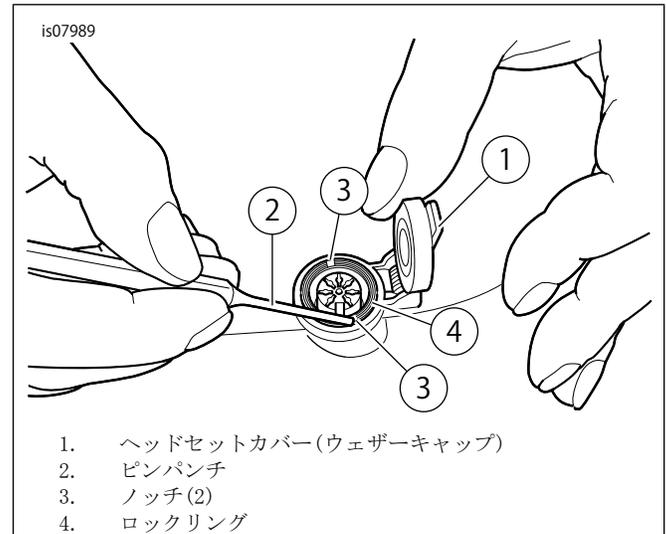

図1。ヘッドセットコネクタロックリングの取り外し/取り付け
8. フロントヘッドセットコネクタ装着モデル: 「図1」を参照してください。ヘッドセットカバー(1)を開けます。ピンパンチ(2)をロックリング(4)のいずれかのノッチ(3)に配置します。反時計方向に回し緩めます。
6. 図1を参照してください。外側のノッチ(3)を使用して、ロックリング(4)をヘッドセットコネクターにつけます。